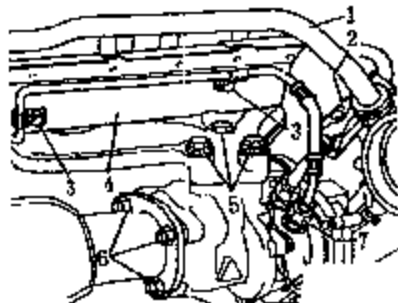

图 4-203 拆卸曲轴箱通风管
(5) 如图 4-203 拆下气缸盖罩及隔热罩处的曲轴箱通风管 1，拧下机油进油管处的 2 个螺栓 3，拆下隔热罩 4，拆卸冷却液回流软管上的套管 2，用软管夹钳 3094 松开冷却液回流软管卡箍，从通向涡轮增压器的管子上拔下冷却液回流软管，但管子仍连在增压器上，拧下涡轮增压器侧的机油进油管 7。切勿使前排气管侧的柔性管接头的弯折角超过 10° ，从涡轮增压器上拧下催化转换器紧固螺母 6。从排气歧管上拧下涡轮增压器紧固螺栓 5。
（4）拆下气缸盖罩及隔热罩处的曲轴箱通风管，拧下 2 个机油进油管紧固螺栓，拆下隔热罩，拧下螺栓（见图 4-203）。